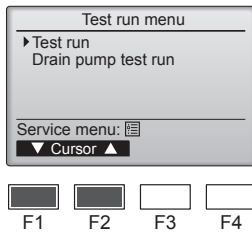

Fig. 7-2
- (2) Selezionare l'opzione "Test run" (Prova di funzionamento) dal relativo menu, quindi premere il pulsante [SCEGLI]. (Fig. 7-2)
- (3) Viene avviata la prova di funzionamento e viene visualizzato il relativo schermo.